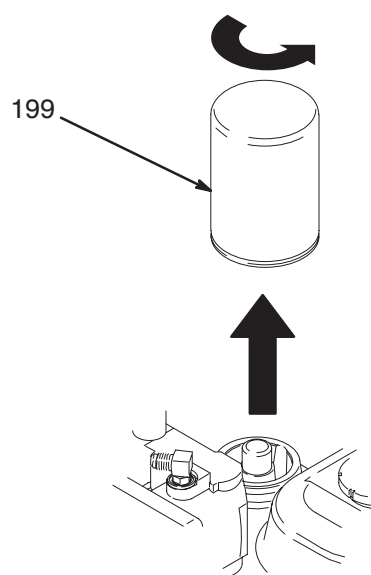

Рис. 8
1. См. Рис. 8. Установите поддон или положите ветошь под распылитель для сбора гидравлического масла, которое стекает.
2. Выкрутите пробку сливного отверстия (195). Дайте гидравлическому маслу стечь.
3. Медленно выкрутите фильтр (199) — масло бежит по канавке и стекает с задней стороны.